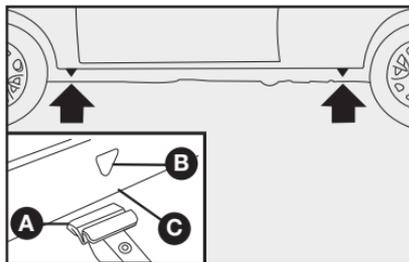

fig. 10
- Colocar o macaco onde está marcado o símbolo ▼ **B-fig. 10** perto da roda a substituir, e certificar-se de que a ranhura **A** do macaco esteja bem encaixada na longarina **C**.
4) Colocar o macaco onde está marcado o símbolo ▼ **B-fig. 10**, perto da roda a substituir, e certificar-se de que a ranhura **A** do macaco esteja bem encaixada na longarina **C**.